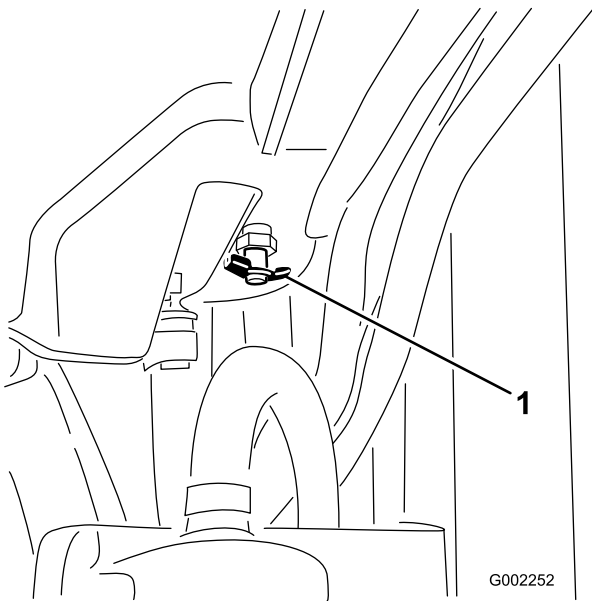

Figure 95
4. Ouvrez le robinet de vidange et vidangez le liquide de refroidissement dans le bac (Figure 95).
5. Fermez le robinet de vidange (Figure 95).